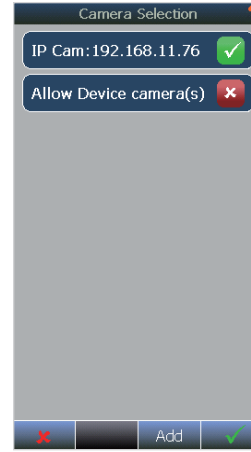

図15.3
3. カメラの設定が完了すると、「カメラ選択」メニューに表示されます。追加したカメラは、デフォルトではOFFの状態です。忘れずにONにしてください。図15.3を参照してください。